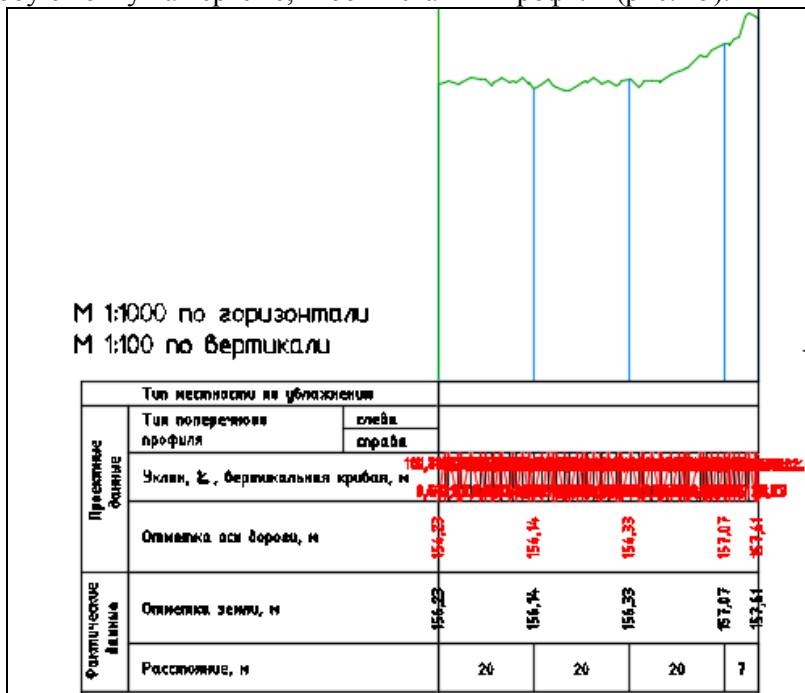

Рис. 45. «Сырой» вариант построения продольного профиля
4. После появления диалогового окна «Создание вида профиля» нужно настроить создаваемый вид профиля. Применить все настройки по умолчанию и нажать кнопку «Вид профиля». Указать любую точку на чертеже, чтобы вставить профиль (рис. 45).